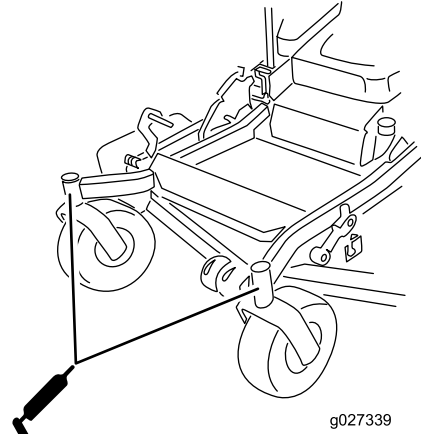

Figure 42
9. Sortez le graisseur de l'orifice. Remettez le bouchon hexagonal et le capuchon antipoussière en place (Figure 42).